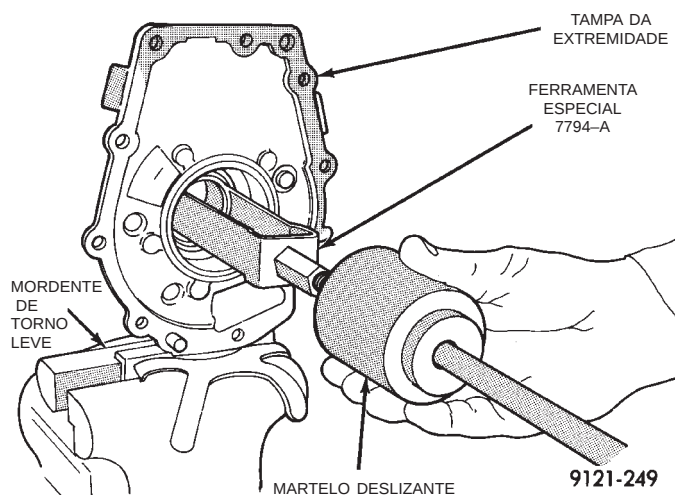

Fig. 36 Remoção da Vedação
(4) Utilize a ferramenta especial No. 7794-A para remover a vedação (Fig. 36).